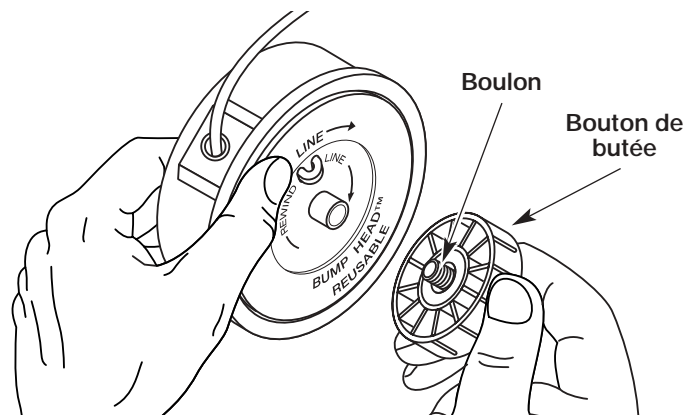

Figure 12
1. Tenez la bobine extérieure d'une main et dévissez le bouton de butée vers la gauche (Fig. 12). Inspectez le boulon à l'intérieur du bouton de butée pour vous assurer qu'il se déplace librement. Remplacez le bouton de butée s'il est endommagé.